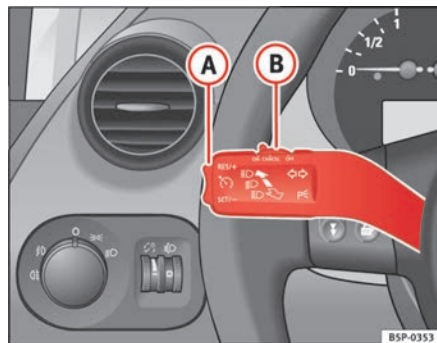

Fig. 145 Palanca de intermitentes y de luz de carretera: conmutador y tecla basculante para el regulador de velocidad
- Mueva el mando ⇒ fig. 145 **(B)** hacia la izquierda hasta la posición **ON**.